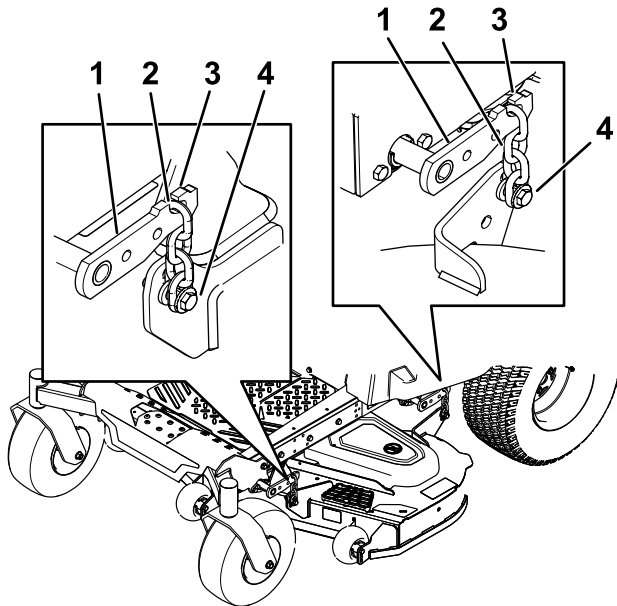

Figura 77
- Retire las cadenas de los ganchos de los brazos de elevación de la carcasa (Figura 77).
- Eleve la parte trasera de la carcasa del cortacésped y conecte las cadenas a los brazos de elevación traseros (Figura 77).
- Conecte las cadenas delanteras a los brazos de elevación delanteros (Figura 77).